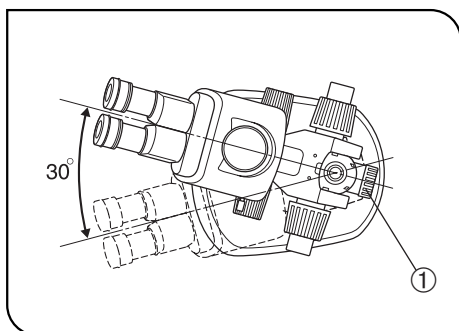

Fig. 1
2. För att undvika att mikroskopet faller omkull måste dess vänster-höger vridvinkel begränsas till 30° så som visas i fig.1. Bordsytans lutningsvinkel måste begränsas till 5°.
4. För att justera mikroskopets höjd skall man hålla mikroskopkroppen med en hand och därefter lossa fokuseringsenhetens låsskruv ①. (Fig. 1) (Använd fallskyddsringen (SZX-R) som försiktighetsåtgärd.) Kläm inte fingrarna under justeringen.